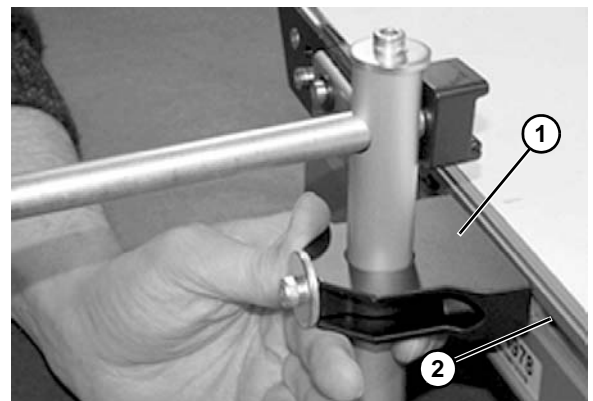

Figura 35
- Instale la pieza de montaje guía (**Figura 35, artículo 1**) en la ranura en T del transportador (**Figura 35, artículo 2**).